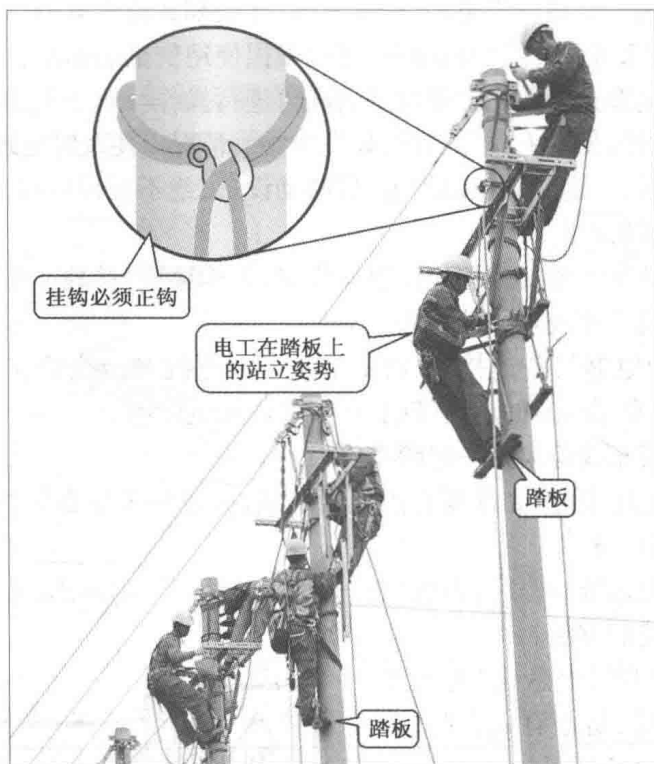

图 1-6 踏板的检查
⑨在使用踏板前,电工应先检查有无裂纹、腐蚀,并须经过人体冲击试验后才能使用。人体冲击试验即将全身踏在踏板上猛蹬踏板,检验板和绳能否承受人的冲击力。使用踏板工作时还需注意绳扣的挂钩方法,保证电工的安全,如图 1-6 所示。
⑩在使用梯子作业时,梯子要有防滑措施,踏板应牢固无裂纹,梯子与地面之间的角度以 75° 为宜,没有勾搭的梯子在工作中要有人扶梯。使用人字梯时,拉绳必须牢固。
⑪在使用喷灯时,油量不得超过容积的 $3/4$,打气要适当,不得使用漏油、漏气的喷灯,不准在易燃物品附近点燃或使用喷灯。
⑫在安装或维修高压设备时(如变电站中的高压变压器以及电力变压器等),导线的连接、封端、绝缘恢复、线路布线以及架线等基本操作,都应严格遵守相关的规章制度。